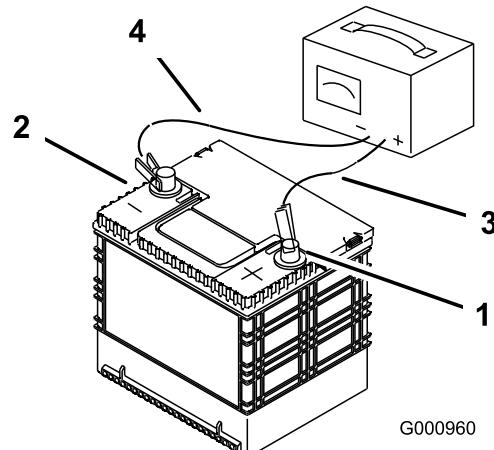

Figura 51
- Cuando la batería esté completamente cargada, desconecte el cargador de la toma de electricidad, luego desconecte los cables del cargador de los bornes de la batería (Figura 51).